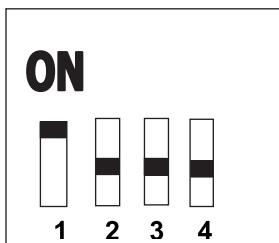

Рис.9.2-Схема переключателя адресного кода
- Схема переключателя адресного кода (рис.9.2)